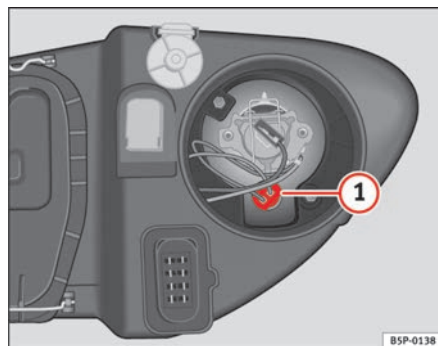

Fig. 165 Luz de población
- Extraiga el portalámparas ⇒ fig. 165 **1** hacia fuera.